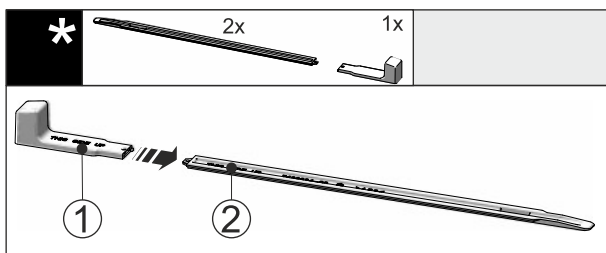

Fig. 42
▶ Вставьте монтажную ручку Fig. 42 [1] в выравнивающую рейку Fig. 42 [2].